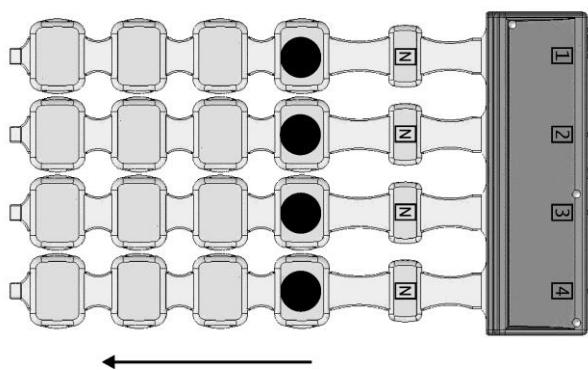

Рис. 18
- «бегущая вертикаль» (рис. 18) - одновременное возбуждение одноименных индукторов во всех линейках с последующим односторонним возбуждением соседних индукторов по циклическому закону, цикл для данного типа развертки составляет четыре «шага» возбуждения соседних индукторов (по числу индукторов в линейке);